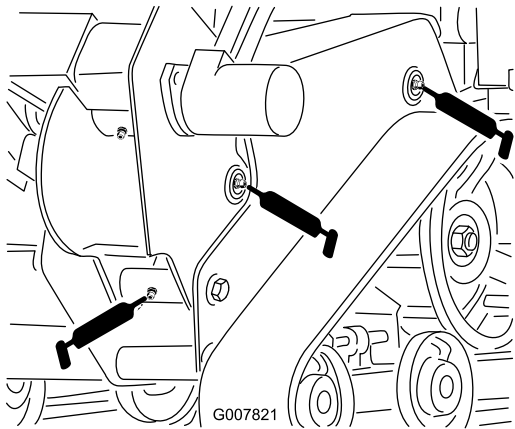
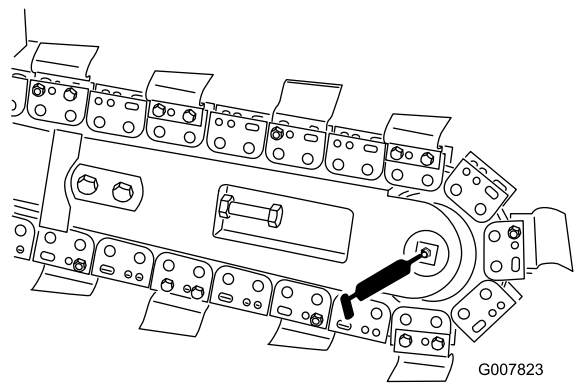

図 22
図 24
4. ニップルにグリスガン进行接続する 図 22-図 24。